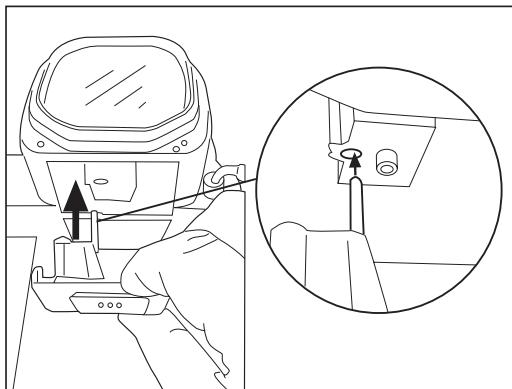

Fig. 19
- Vuelva a colocar la tolva en el cuerpo de la m quina presionando hasta que los clips encajen en su sede (**Fig19**)
NOTA: el cilindro de la tolva debe colocarse en el agujero correspondiente (**Fig.19**)